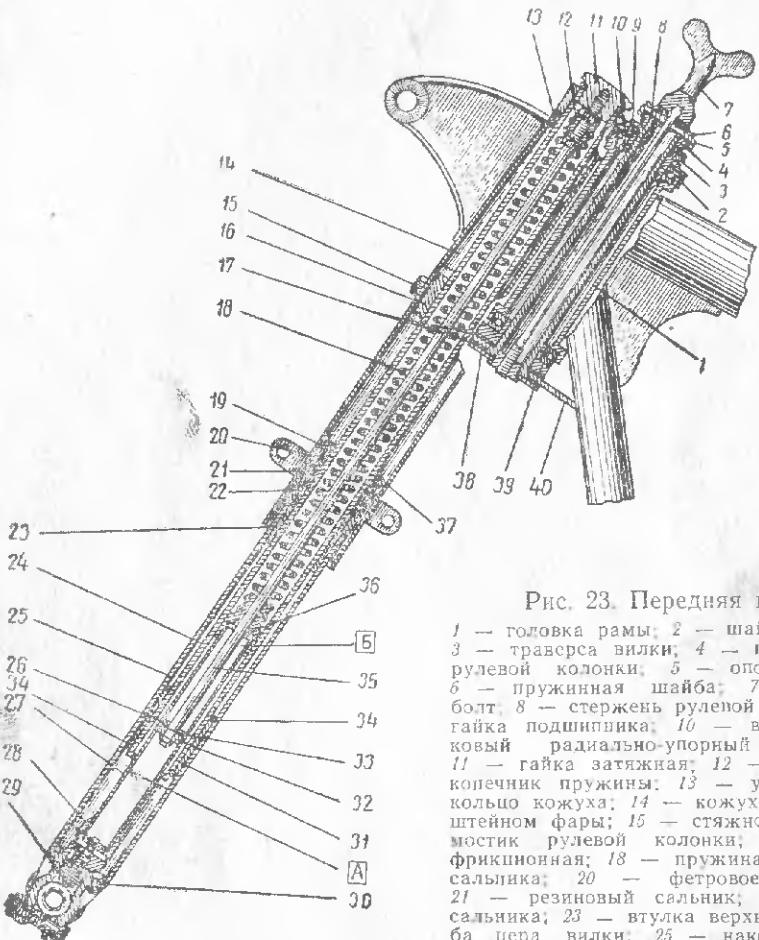

Рис. 23. Передняя вилка.
Передняя вилка (рис. 23) состоит из стержня рулевой колонки 8 с мостиком 16, траверсы 3, двух перьев с амортизаторами и амортизатора руля (демпфера).
слева — пружина сжимается, справа — разжимается (позиции те же, что и на рис. 23).
Амортизатор руля поглощает боковые толчки колеса, возникающие при езде по неровной дороге. На мотоциклах установлен амортизатор фрикционного типа (см. рис. 23). Он состоит из двух стальных шайб, подвижной 38 и неподвижной 40, двух фрикционных шайб 17 и затяжного болта с головкой 7. Трение между стальными и фрикционными шайбами затрудняет поворот передней вилки.
2. Вывернуть затяжной болт (см. рис. 23) амортизатора руля, снять пружинную и опорную шайбы, поддерживая рукой шайбы амортизатора.